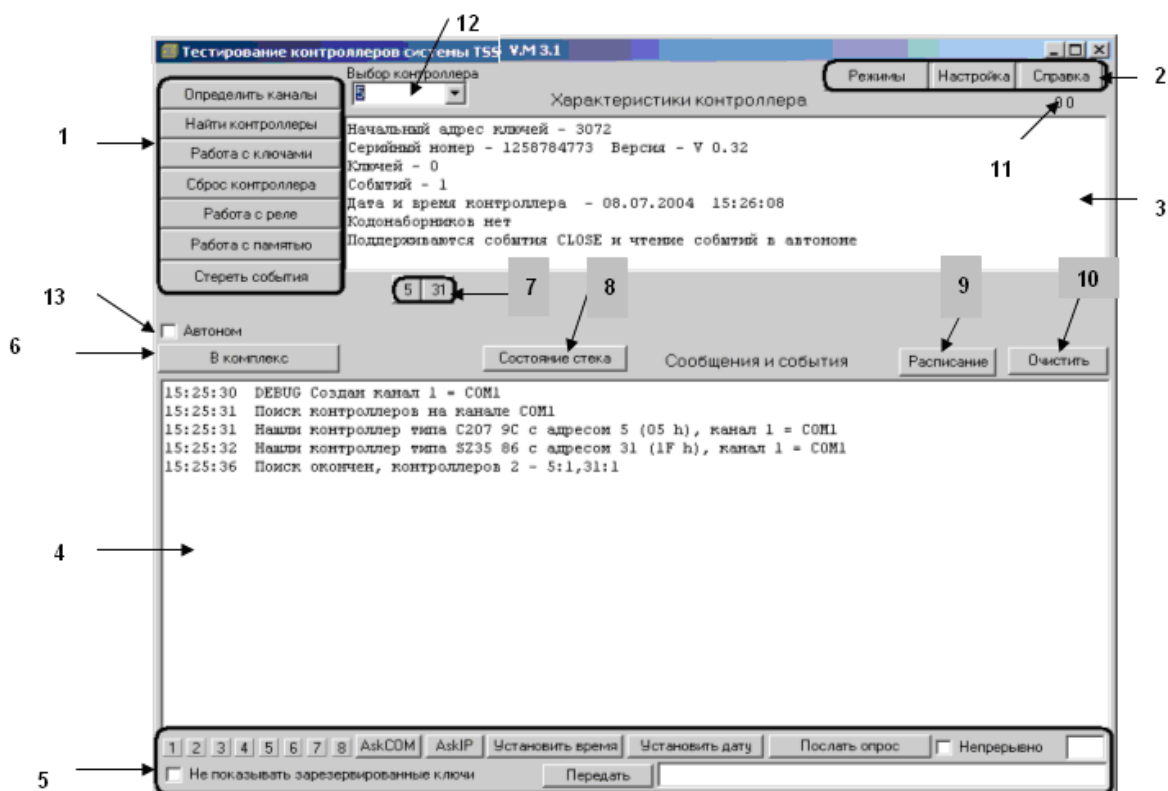

Рис. 2
После успешного завершения поиска контроллеров на линии, следует выбрать один контроллер из списка всех найденных (в поле (12), см. Рис. 2). При этом в окне "Характеристики контроллера" (3) отобразится описание выбранного контроллера (см. Рис. 2).
На панели управления (2) на Рис. 2 представлены следующие клавиши:
1. Выбрать контроллер (адрес контроллера выбирается в поле (12), см. Рис. 2), в память которого расписание будет загружаться;
- Кнопка **Очистить** (10) (кнопка для очистки окна "Сообщения и события"(4) от всех записей).
Теперь рассмотрим нижнюю панель управления (5) (см. Рис. 2). Она представлена следующими опциями:
После того, как поиск контроллеров на линии завершился, под окном (3) (см. Рис. 2) появится панель (7), кнопки которой отражают адреса найденных на линии контроллеров. Чтобы выбрать контроллер (-ы), который(-ые) планируется перевести в комплексный режим, нужно нажать кнопки с адресами, соответствующими данным контроллерам. После чего следует нажать кнопку (6).